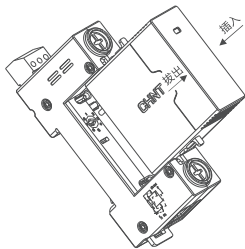

图7 更换保护模块示意
- 更换保护模块时，应沿垂直方向拔出，不得左右上下摇摆，插入新模块时应沿垂直方向插入，并检查规格型号是否相符，如有阻塞不得强行插入，可能是规格型号不符或方向不正确，应进行调整，如图7。